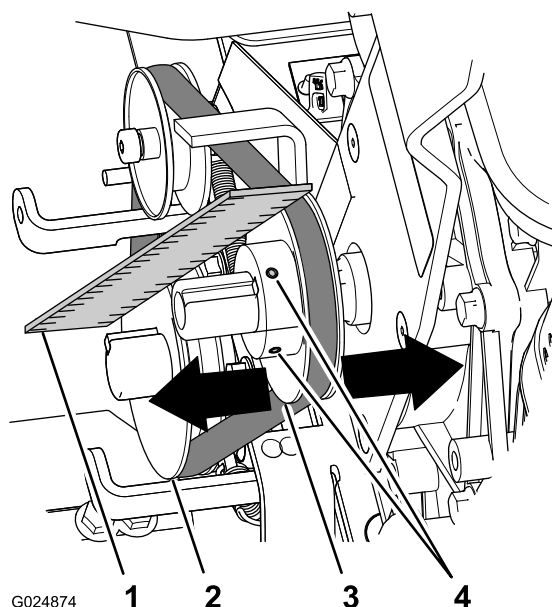

Figure 24
- Placez une règle en travers de la poulie de moteur et de la poulie du boîtier d'engrenages (Figure 24).
- Desserrez les 2 vis de fixation de la poulie du moteur à l'arbre du moteur (Figure 24).
- Frappez doucement sur la poulie du moteur pour la rapprocher ou l'éloigner du moteur jusqu'à ce que les poulies de boîtier d'engrenages et de moteur soient alignées sur la règle (Figure 24).
- Resserrez les 2 vis qui fixent la poulie du moteur à l'arbre du moteur (Figure 24).